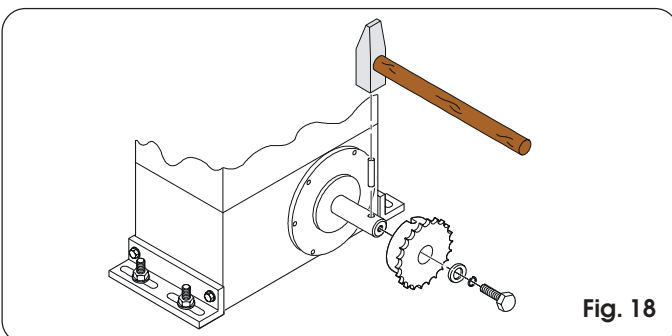

Fig. 18
4.5.1. MOD. 746 ER CAT (fig. 18 - 19)